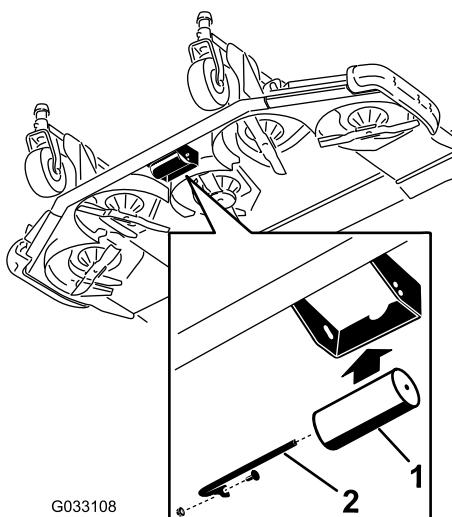

Figura 25
2. Efetue o alinhamento do rolo com os orifícios superiores e instale o eixo com um parafuso e uma porca (**Figura 25**).